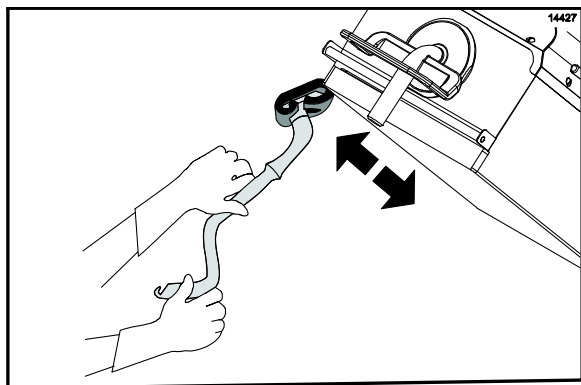

Figura 92
18. Aplique a solução de limpeza de grill nas bordas externas dos platens da direita e da esquerda. (Veja a Figura 92.)